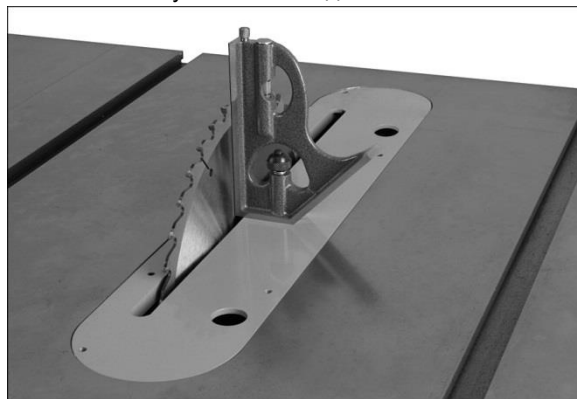

Рис. 17
4. Поместите поверочный угольник на столе против пильного диска и убедитесь, что диск под углом 90° к столу, как показано на рис. 17. Убедитесь, что торец угольника не касается зуба пильного диска.